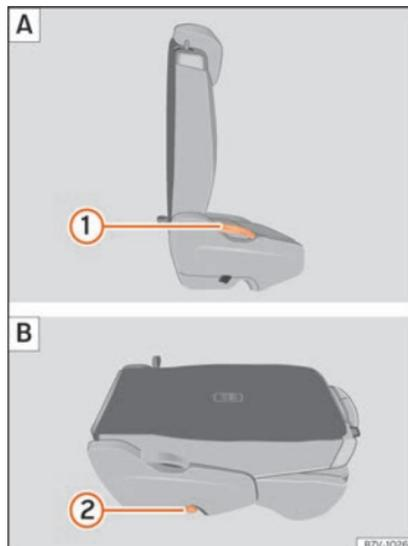

Fig. 166 Segunda fila de bancos: rebata o banco traseiro A, banco traseiro como superfície de carga B.
- Retire os objetos da zona dos pés situada à frente e atrás do banco traseiro »» ❶.
- Empurre o manípulo »» **Fig. 166 ❶** para cima e rebata o encosto para a frente. O banco completo rebate para a frente »» ❸.
- Baixe o encosto rebatido para a frente até que este fique encaixado na posição de superfície de carga »» **Fig. 166 B**.
- Empurre o manípulo »» **Fig. 166 ❶** para cima e coloque o encosto na vertical. O banco completo desloca-se para trás.